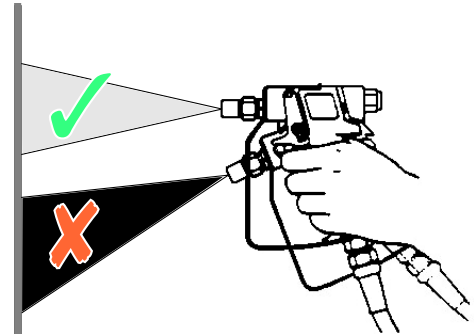

Fig. 17: ángulo de pulverización
- Mantenga la pistola pulverizadora en un ángulo recto (90°) hacia la superficie a recubrir. En cuanto mantenga la pistola pulverizadora en otro ángulo, el recubrimiento se vuelve más irregular y con manchas (véase Fig. 17).